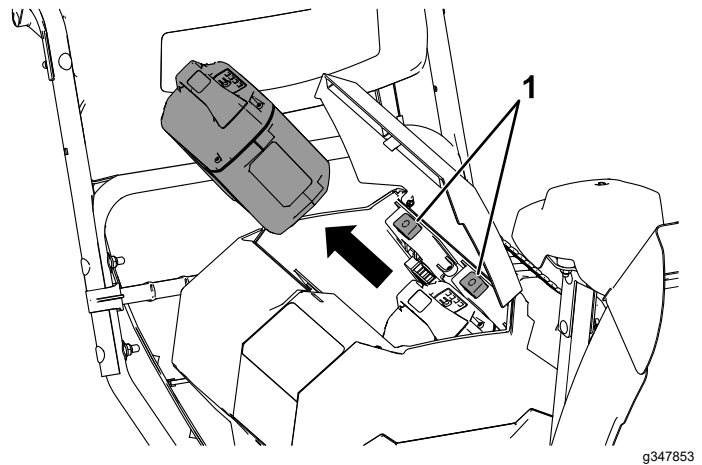

Figura 27
2. Presione el cierre de la batería para liberar la batería, y retire la batería (Figura 27).